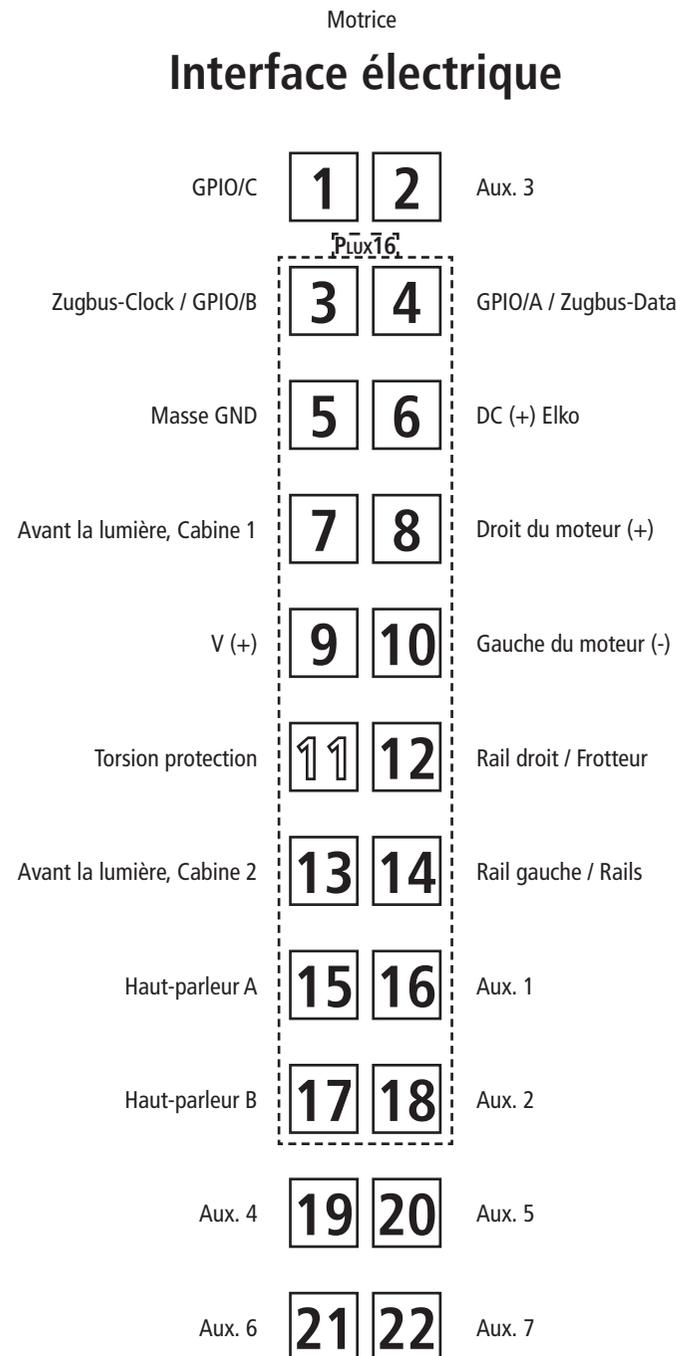
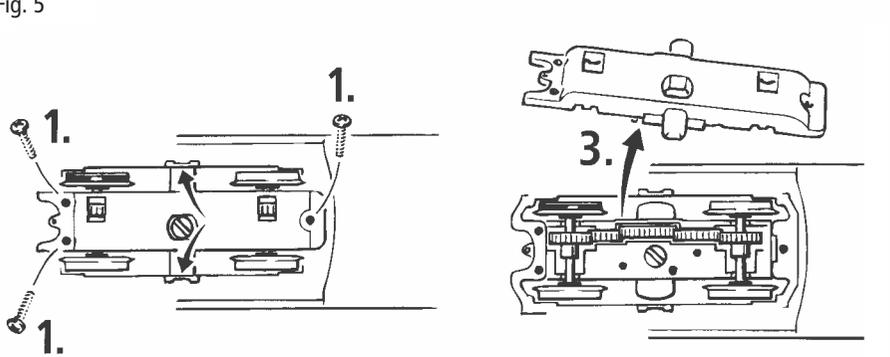

Fig. 5
Fig. 6
3. Haftreifenwechsel: Zuerst den Getriebedeckel abnehmen (Fig. 5). Danach den **Radsatz** herausnehmen und die **Haftreifen** mit einer Nadel od. mit einem feinen Schraubendreher abziehen (Fig. 6). Beim Aufziehen der neuen Haftreifen darauf achten, dass diese sich nicht verdrehen.
3. Change of traction tyre: Remove the gear cover (fig. 5). Take out **wheel set** and remove **traction tyre** using a pin or a fine screwdriver (fig. 6). When pressing on the new traction tyre please **avoid twisting it**.
1. Nettoyage des lames de courant aux roues: Les lames de contacts risquent de s'encrasser rapidement sur des voies poussiéreuses. Veuillez **enlever la poussière** aux endroits marqués à la fig. 6 à l'aide d'un petit pinceau souple.
3. Échange des bandages d'adhérence: Démontez d'abord **le couvercle du carter des engrenages** des engrenages (fig. 5). Délogez ensuite les essieux bandagés et enlevez, à l'aide d'une aiguille ou d'un tournevis fin, les bandages d'adhérence (fig. 6+7). Lors du montage des nouveaux bandages veuillez veiller à ce que les bandages **ne soient pas tordu**.